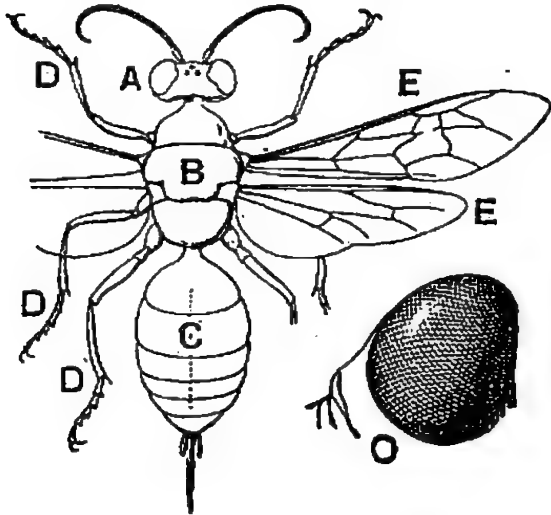

Fig. 235, 236. — Divisions du corps d'un insecte. — A, tête avec antennes ; B, thorax avec pattes D et ailes E ; C, abdomen ; O, œil composé.
**3. Les insectes sont des articulés à six pattes.** — Le corps d'un insecte (fig. 235) comprend trois régions bien distinctes : la *tête*, le *thorax* et l'*abdomen*.